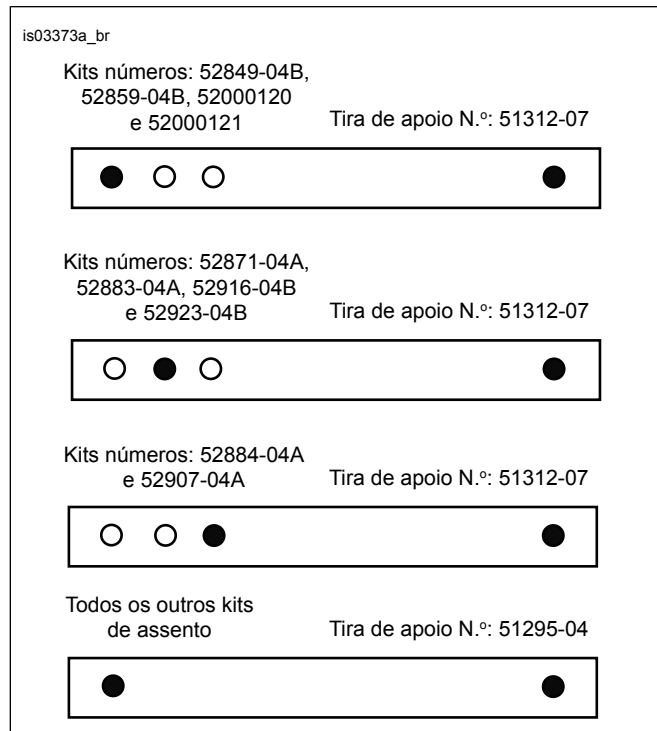
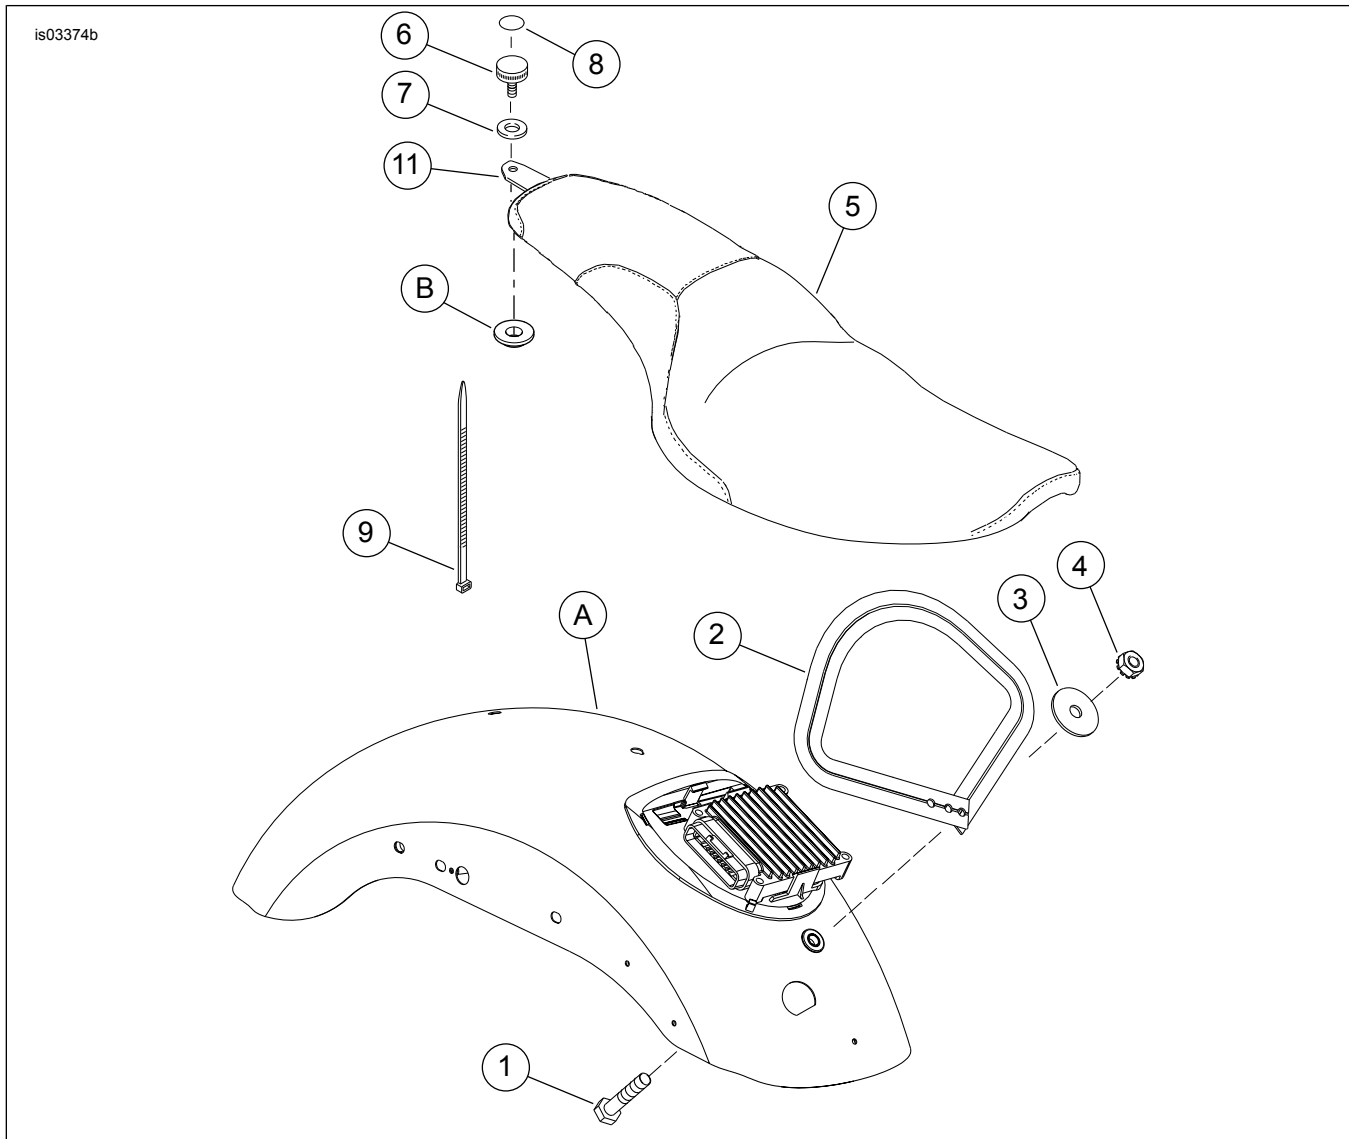

Figura 6. Instalação da tira de apoio
Figura 7. Peças de reposição: Kits de assento personalizado XL tipo piloto e garupa
Veja a Figura 7 e a Tabela 3 para uma lista das peças de reposição.
1. Veja Figura 7. Insira um parafuso (1) através do furo dianteiro, a partir do lado de dentro do para-lama.
3. Veja Figura 6. Monte a tira de apoio (Figura 7, Item 2) no parafuso usando os furos apropriados para o kit de assento sendo instalado.
4. Veja Figura 7. Instale a arruela (3) e a porca hexagonal (4) no parafuso (1). Regule o aperto para 4,1 a 6,8 N·m (36 a 60 **lb·pol.**).
1. Veja Figura 7. Deslize a parte traseira do assento (5) através da tira de apoio (2).